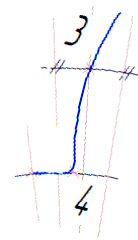

Рис.15
- выполнить **Скругление**  контура впадины радиусом **1мм** в точках **4** и **6**, результат скругления в точке **4** показан на Рис.15.